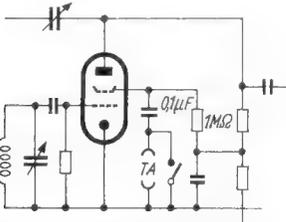

Bild 1. Schirmgitter-Anschaltung von Tonabnehmer oder UKW-Zusatzgerät
1. **Schirmgitter-Anschluß (Bild 1).** Die Nf-Spannung wird über den schon vorhandenen Schirmgitterkondensator an die Röhre gelegt; der Kondensator hält außerdem die Schirmgitterspannung vom Tonabnehmer fern. Mit seinen $0,1 \mu\text{F}$ bietet er der vom Tonabnehmer kommenden Nf-Wechselspannung keinen nennenswerten Widerstand. Der Vorteil dieser Anordnung ist in der einfachen Anschaltung zu sehen, besonders weil dabei keine Leitungen abzuschirmen sind (keine Brummgefahr). Nachteilig jedoch ist die geringe Empfindlichkeit, da